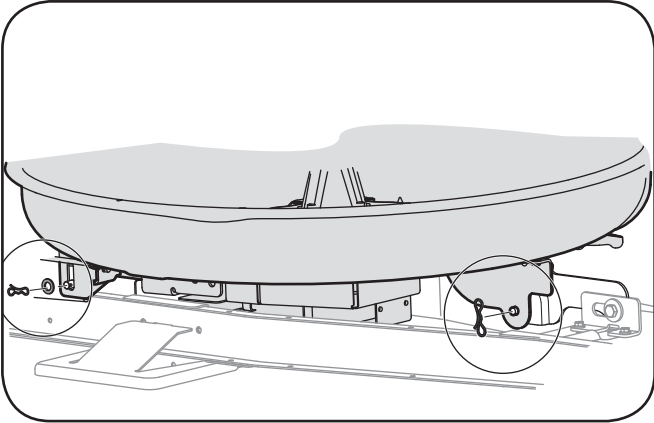

Figure 7-3
- 5. Enlevez les goupilles papillon qui maintiennent le plateau de coupe sur le tracteur, comme à la Figure 7-3.